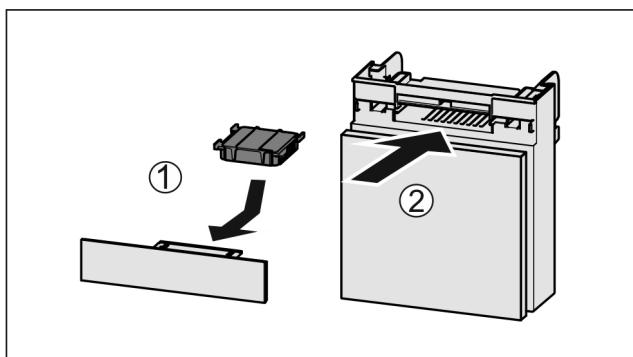

Fig. 35
- Vložte aktívny uhlíkový filter podľa obrázka Fig. 35 (1).
- Zasuňte zásuvku Fig. 35 (2).